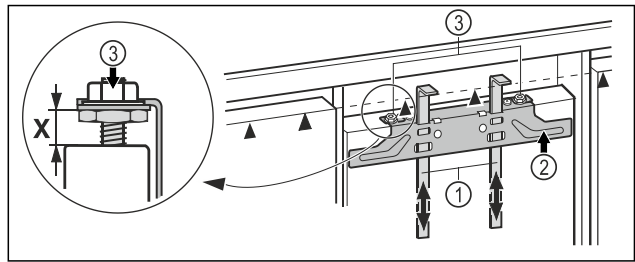

Fig. 43
- ▶ Dosunąć pomoce montażowe Fig. 43 (1) do wysokości drzwi mebla. Dolna krawędź oporowa ▲ pomocy montażowej = górna krawędź montowanych drzwi mebla.
- ▶ Odkręcić poziomą listwę mocującą Fig. 43 (2), odkręcając nakrętki zabezpieczające Fig. 43 (3).